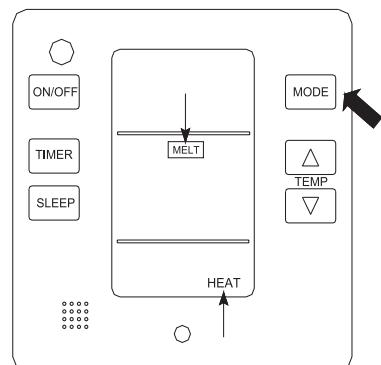

Рисунок 5.4. Режим нагрева
- Кнопкой MODE выберите режим работы НАГРЕВ (HEAT), на дисплее высветится соответствующая надпись (см. Рис. 5.4).